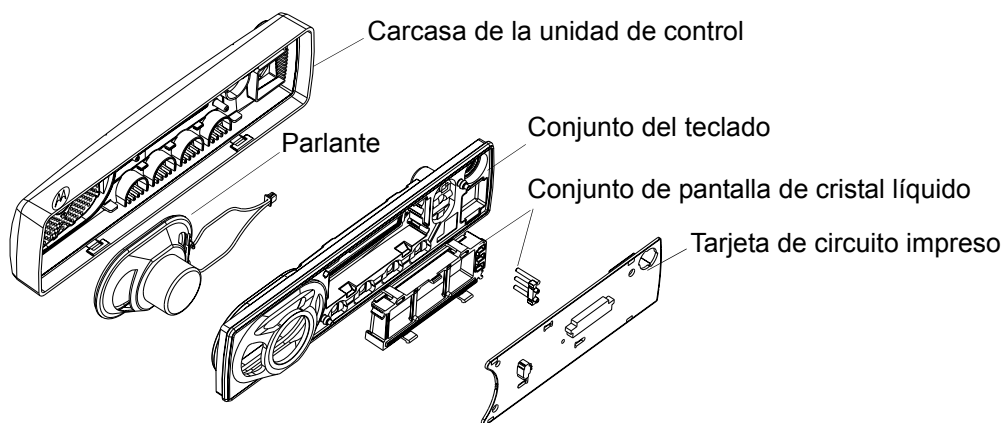

Figura 2-12 Desmontaje de la carcasa de la unidad de control del EM400
1. Desconecte el cable plano del conector del circuito impreso de la unidad de control. Ver Figura 2-12.